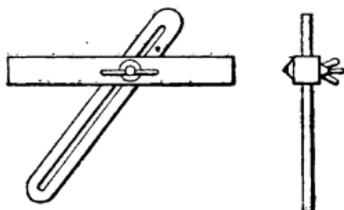

Fig. 200.
**FAUSSE ÉQUERRE A T A LAME MOBILE (fig. 200).** — Sert aux parties coniques ce que celle à T mobile sert aux parties d'équerre ; elle doit être dans les mêmes proportions que la fausse équerre à T.